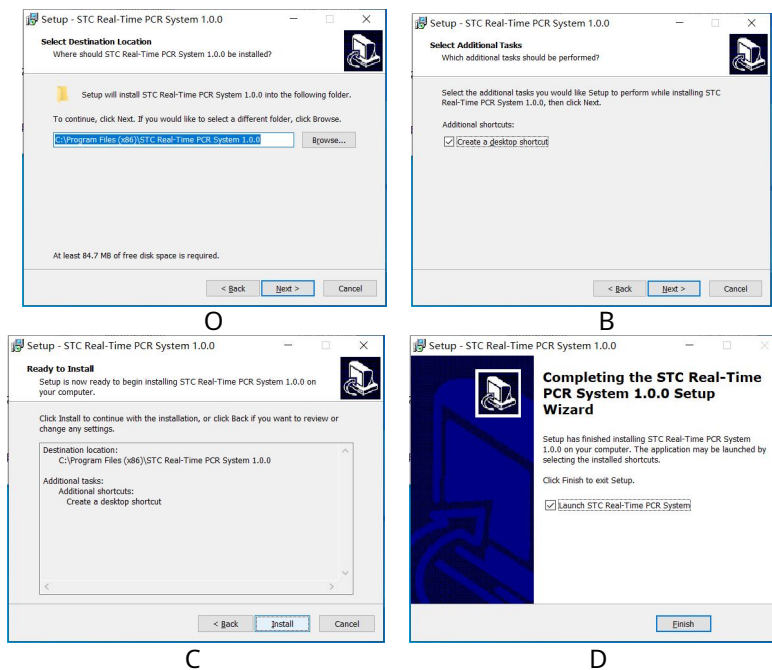

Fig 3-3
- ▶ Urmăți instrucțiunile asistentului pentru a instala software-ul. Pașii specifici de instalare sunt (Fig 3-3):